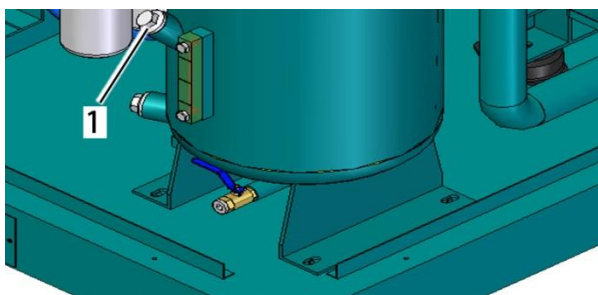

图32：加油口
5. 松开并取下加油口塞头 (图 32/1)，拆下的密封件，须避免遗失。